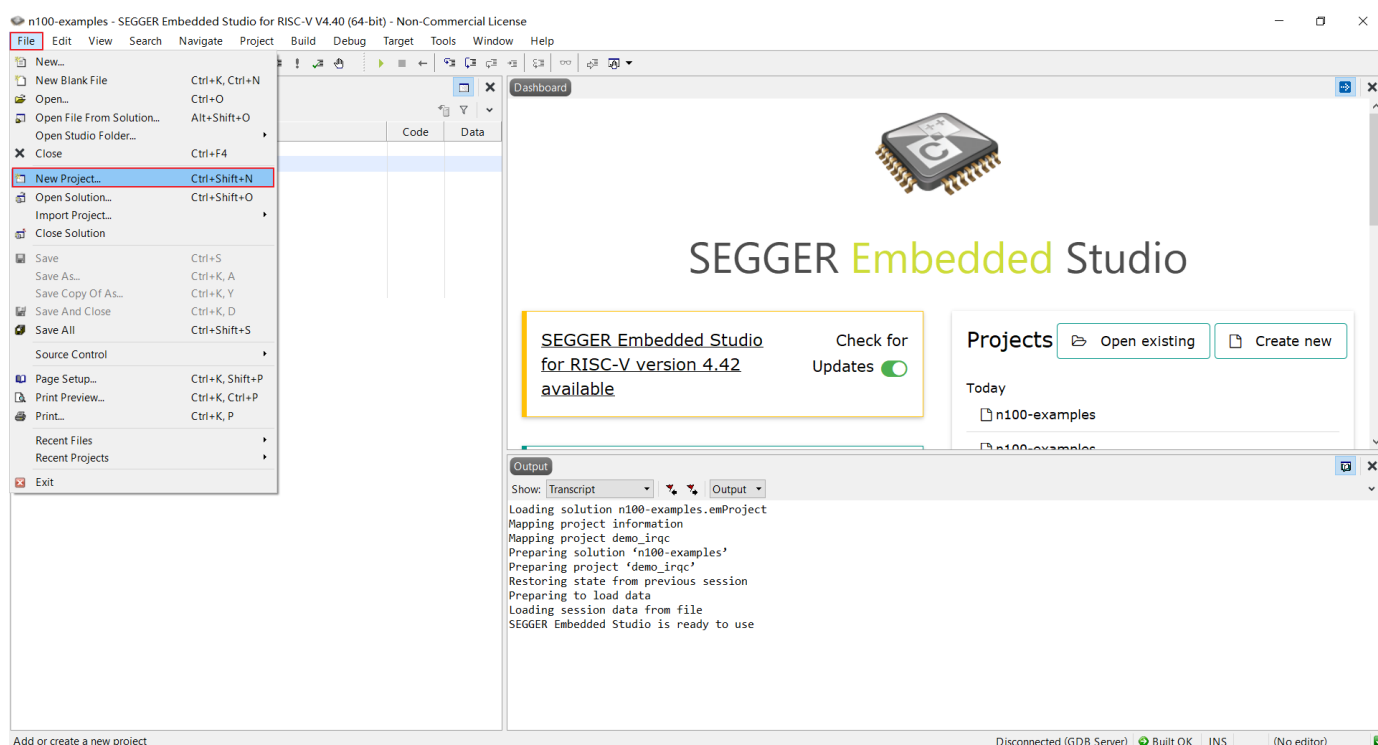

图 2-6 新建 project
■在菜单栏中选择“File-->New Project”，如图 2-6。